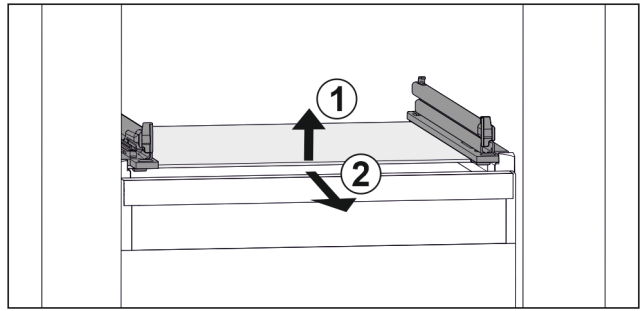

Fig. 109 Примерно изображение на стъклената плоча
- ▶ Повдигнете стъклената плоча отпред. Fig. 109 (1)
- ▶ Извадете стъклената плоча напред. Fig. 109 (2)